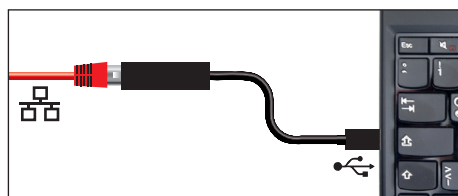

Fig. 7 Convertitore Ethernet USB
- ▶ Convertitore Ethernet USB (Fig. 7). In questo modo è possibile collegare la porta Ethernet dell'apparecchio (v. pag. 12) con la porta USB di un PC/portatile.